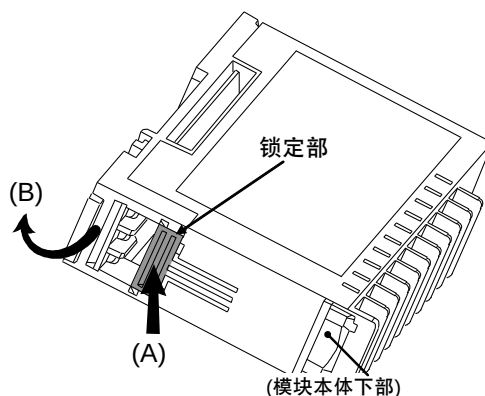

图 1:基座部的拆卸
2. 在按下锁定部的状态 (A), 将基座部从模块本体拆下(B)。 (图 1)